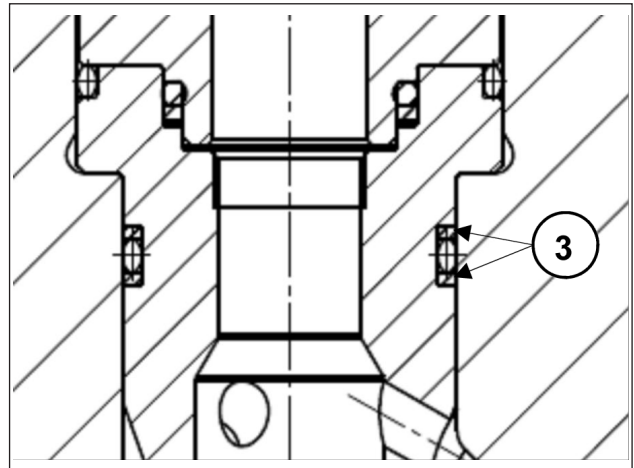

Abb. 28
- 2 Setzen Sie die Saug- und Druckventilgruppen samt Hülsen bis auf Anschlag in ihren Sitz am Kopf ein. Achten Sie insbesondere darauf, nicht die Stützringe der Hülsen (Abb. 28, Pos. ③) zu beschädigen. Gehen Sie zum vorschriftsmäßigen Einsetzen und Ausrichten der Ringe in den entsprechenden Sitzen folgendermaßen vor: